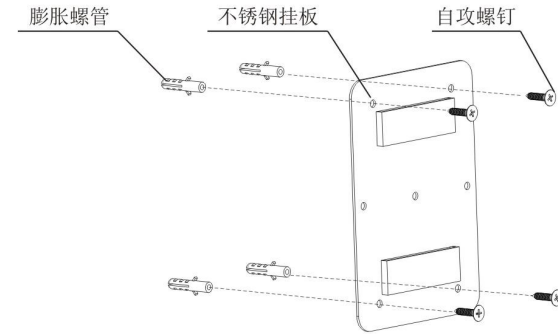

图1安装不锈钢挂板
- 一般情况下不锈钢挂板只需安装对角线4只膨胀螺钉，如遇到墙体较软的情况，如木墙、石灰等特殊情况下需根据实际安装更多螺钉。如图1所示。